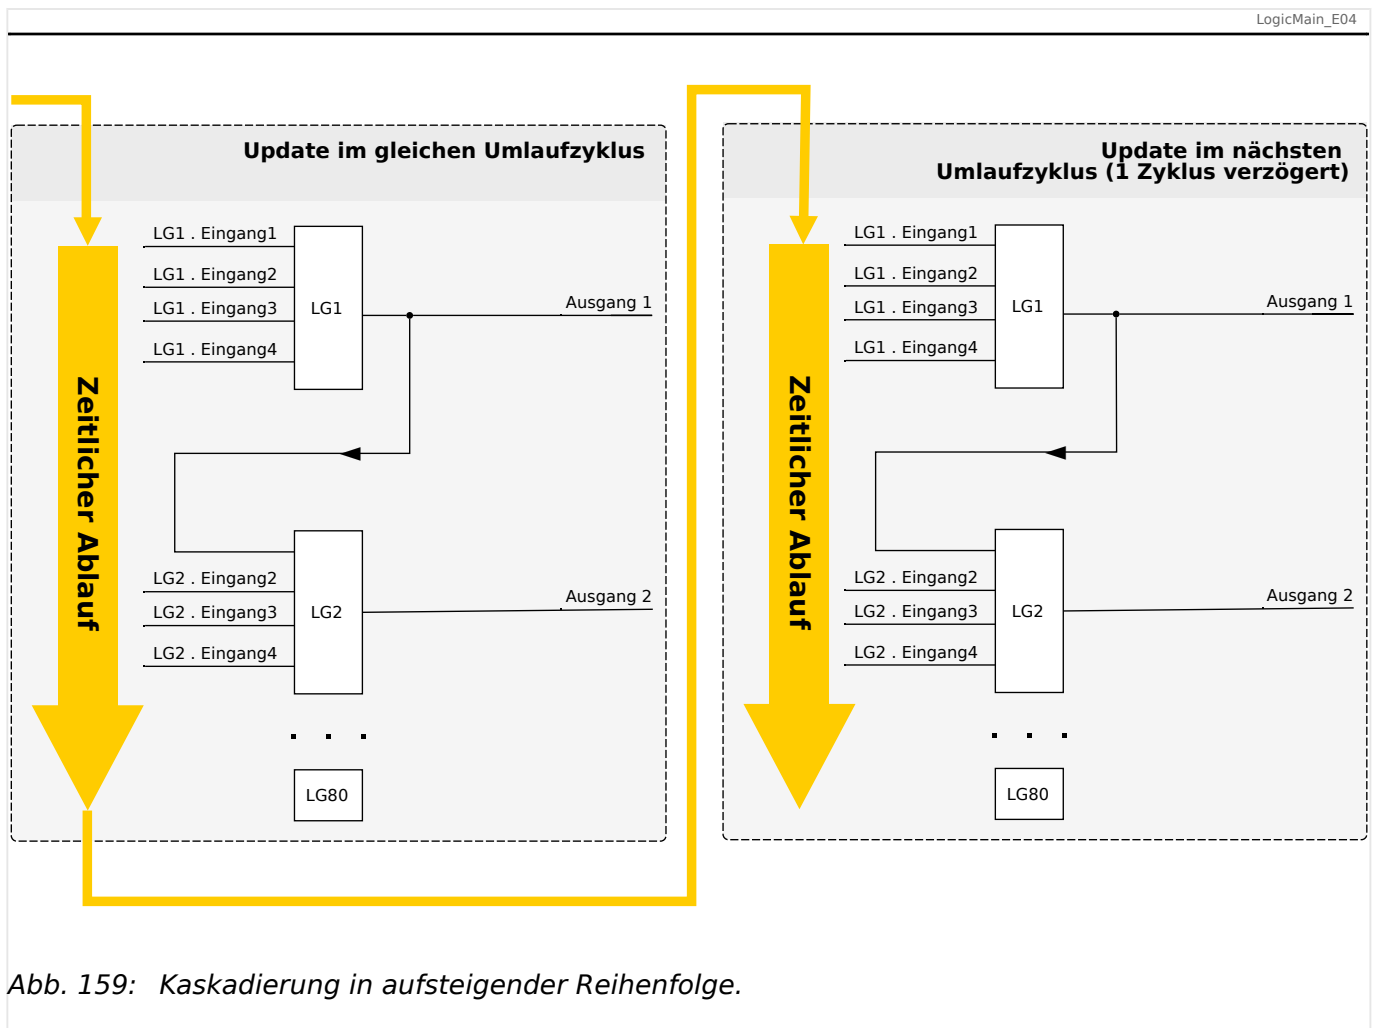
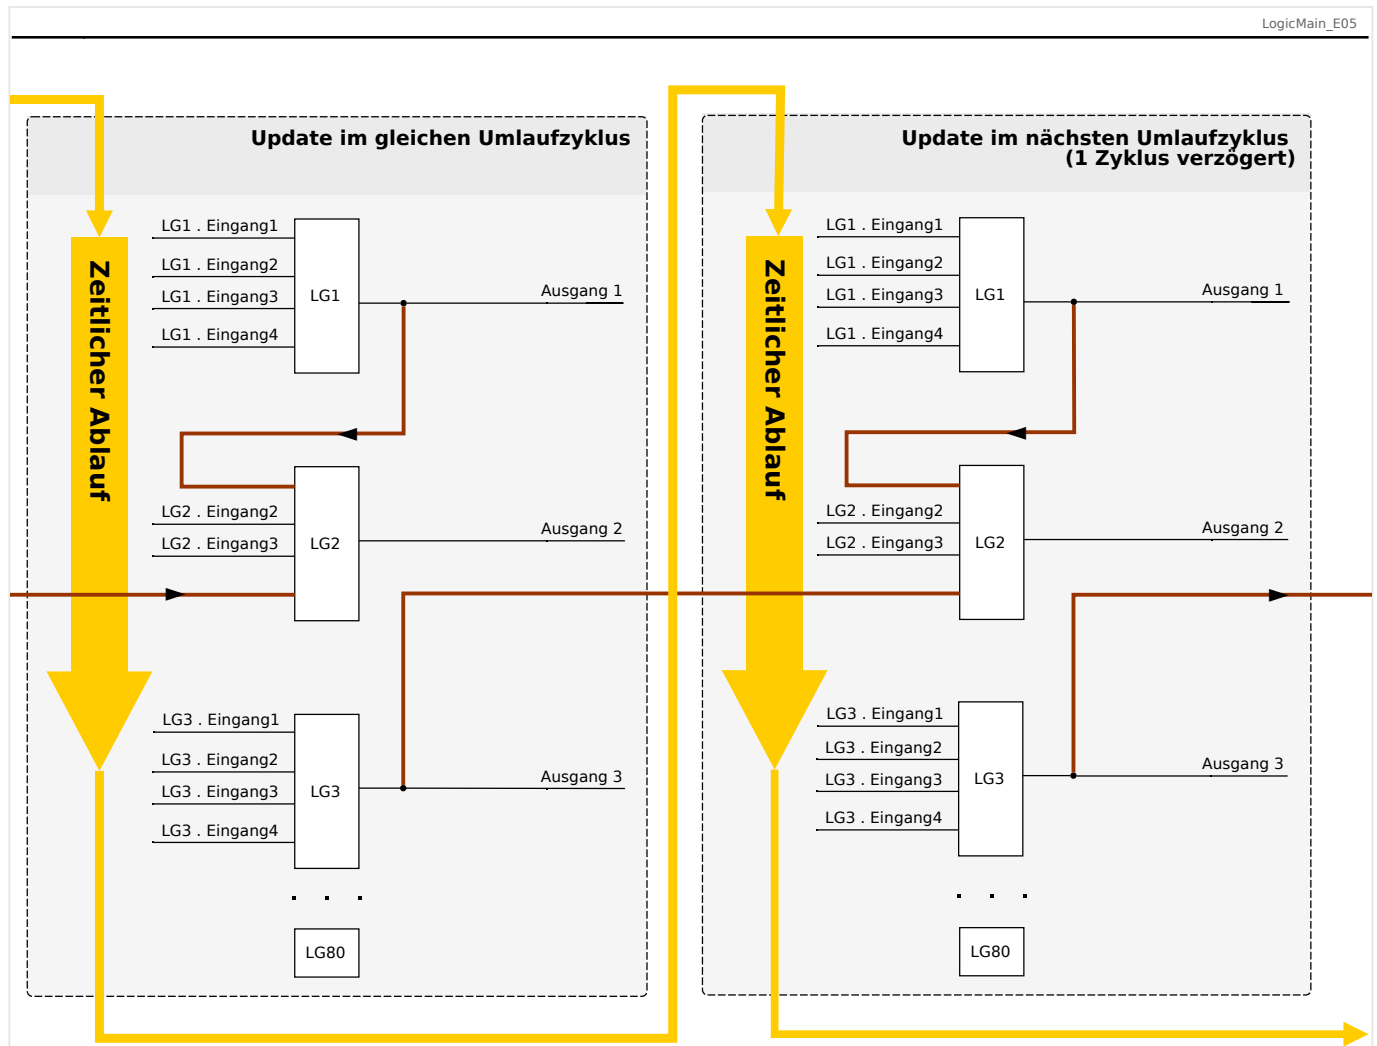

Abb. 159: Kaskadierung in aufsteigender Reihenfolge.
Abb. 160: Kaskadierung in absteigender Reihenfolge.
- Kaskadierung in **aufsteigender** Reihenfolge bedeutet, dass der Ausgang einer Logikgleichung auf den Eingang einer Logikgleichung mit **höherer** Nummer rangiert wird. Das Diagramm  Abb. 159 weiter unten zeigt ein Beispiel, bei dem der Ausgang von LG1 auf einen Eingang von LG2 rangiert wird.
- Kaskadierung in **absteigender** Reihenfolge bedeutet, dass der Ausgang einer Logikgleichung auf den Eingang einer Logikgleichung mit **niedrigerer** Nummer rangiert wird. Das Diagramm  Abb. 160 zeigt ein Beispiel, bei dem der Ausgang von LG3 auf einen Eingang von LG2 rangiert wird.
Bei der Konfiguration des Schutzgerätes bestehen keinerlei Einschränkungen oder Unterschiede zwischen aufsteigender und absteigender Reihenfolge. Da allerdings während der Laufzeit des MRA4 die Logikgleichungen in aufsteigender Reihenfolge ausgewertet werden, haben die resultierenden Ausgangswerte, die am Eingang der Logikgleichung anstehen, ein unterschiedliches „Alter“, wie in  Abb. 159 und  Abb. 160 veranschaulicht wird.
Das in Abb. 160 gezeigte Beispiel zeigt eine Konfiguration von „Logikgleichung 2“, die den Ausgang von zwei weiteren Logikgleichungen, „Logikgleichung 1“ und „Logikgleichung 3“, als Eingangszustände verwendet. Hierbei ist der Ausgang von „Logikgleichung 1“ in aufsteigender Reihenfolge verwendet, sodass der Wert in jeweils demselben Prozesszyklus ermittelt wird. Der Ausgang von „Logikgleichung 3“ wird in absteigender Reihenfolge verwendet, sodass der Wert in dem jeweils vorherigen Prozesszyklus ermittelt wurde.